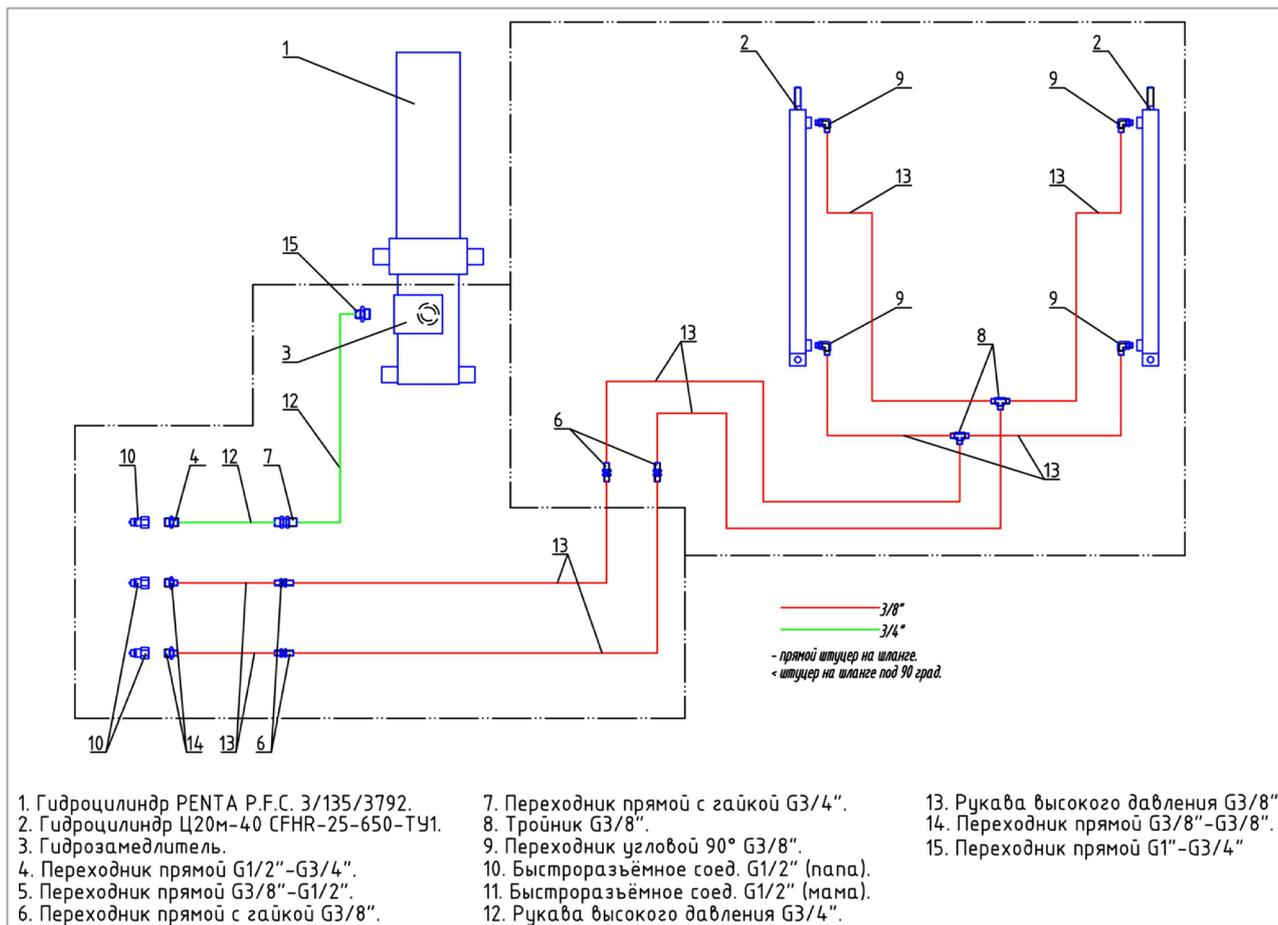

Рис. 2. Схема гидрооборудования полуприцепа.
4.3.1. Гидрооборудование полуприцепа (Рис. 2; 2.1) состоит из гидроцилиндра 1 (на опрокидывание кузова), гидроцилиндров (2) (открывание заднего борта), маслопровода (12; 13) (шланги РВД), гидрозамедлителя (3), запорного устройства (10) (БРС), переходник прямой с гайкой (6;7), переходник прямой (4;14;15), тройник (8), переходник угловой (9).